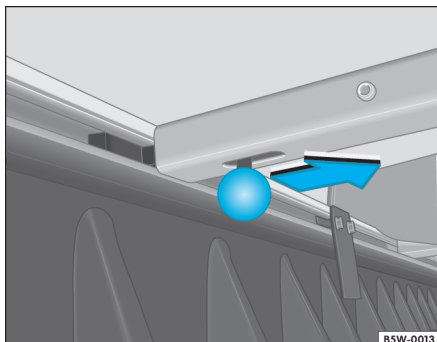

Fig. 76 Destrabado de los travesaños
- Mueva el botón de trabado en el sentido de la flecha ⇒ fig. 76, levante y retire el travesaño.